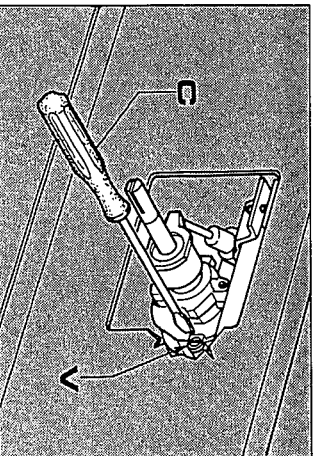

Fig. 29
- Retourner lentement à la position 125°C et, à l'aide d'un petit tournevis C, faire tourner la vis V vers la droite pour diminuer la flamme et vers la gauche pour l'augmenter (voir fig. 29). Les flammes doivent être courtes afin d'avoir un minimum efficace, stables pour éviter qu'elles ne s'éteignent pas accidentellement et pour résister aux manœuvres normales de la porte du four.